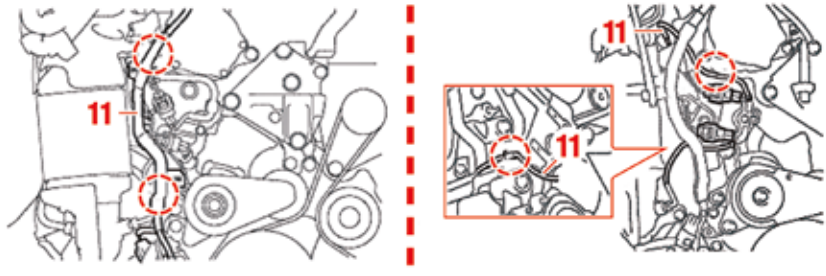

Fig. 39
- Suelte el conjunto de cables (11) (Fig. 39).